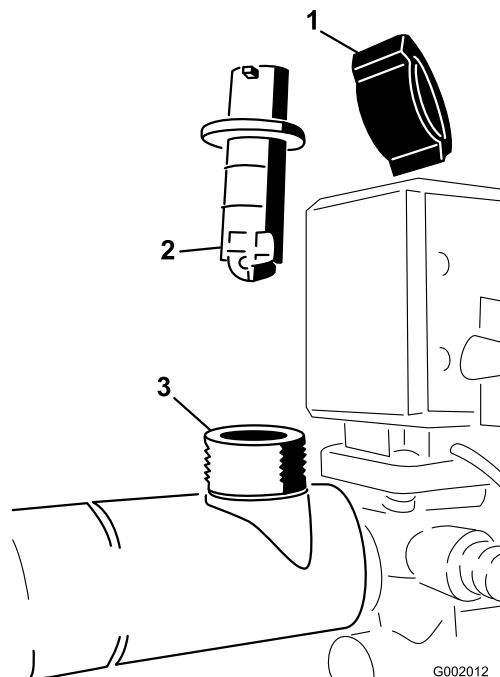

図 72
2. フローメータのボディーについているリテーナ・キャップを取る(図 72)。